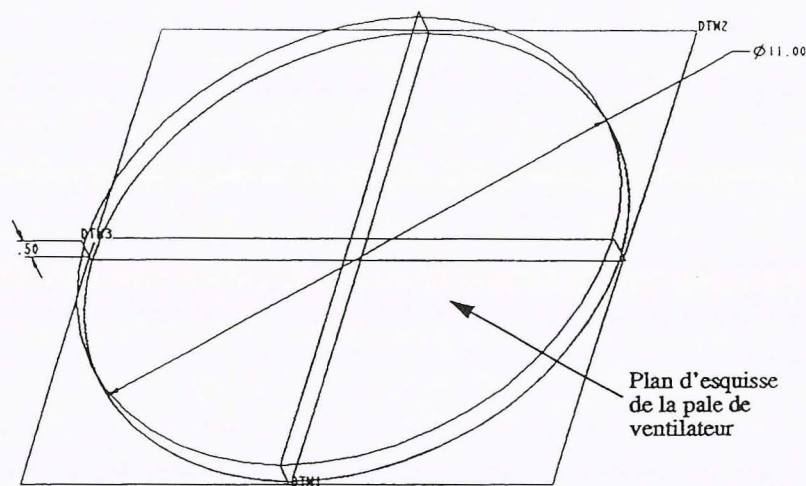

Figure 19-2
3. Créez une protrusion par extrusion cotée comme indiqué à la Figure 19-2.